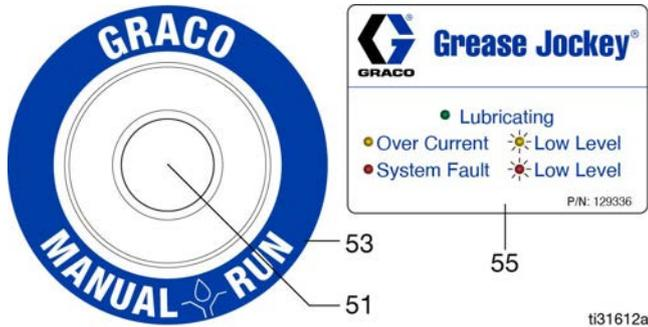

FIG. 20
- Nettoyer la surface autour du bord externe du bouton poussoir (51). Placer l'étiquette (53) autour du bouton et coller l'étiquette (FIG. 20).